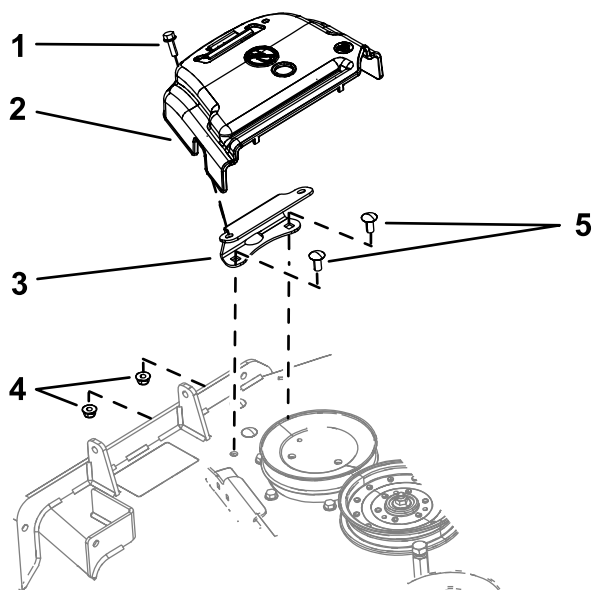

Figura 2
1. Ruotate il bullone che fissa il copricinghia al piatto in senso antiorario per allentarlo (Figura 2).
2. Rimuovete il bullone e il copricinghia dalla staffa di montaggio (Figura 2).
1. Rimuovete i 2 bulloni e i 2 dadi flangiati che fissano la staffa di montaggio del copricinghia alla scocca (Figura 2).